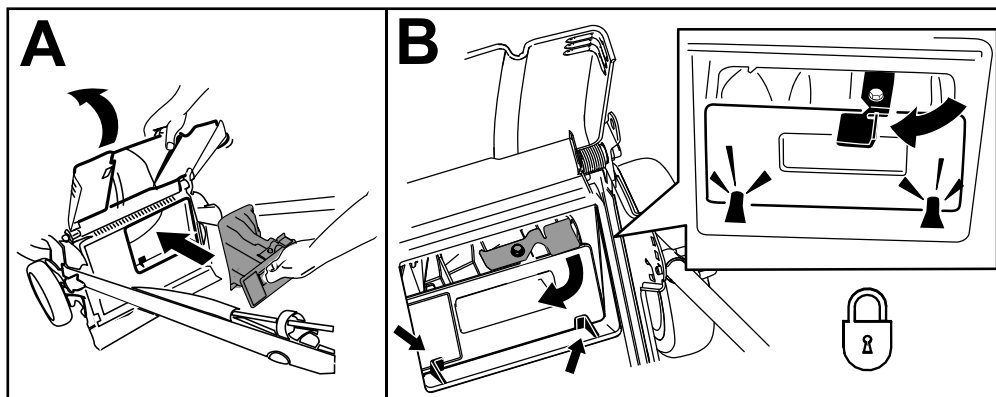

Figure 19
**Important:** Vérifiez que l'obturateur arrière est verrouillé en place. Pour verrouiller l'obturateur, relevez le déflecteur arrière (Figure 19), appuyez fermement sur l'obturateur jusqu'à ce qu'il s'enclenche en position derrière les pattes, et tournez le levier situé sur l'obturateur vers la gauche (Figure 19).